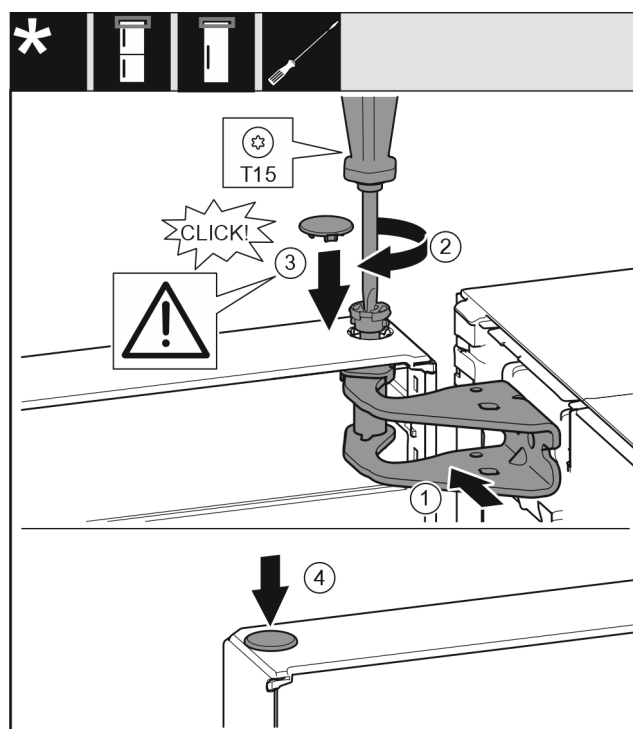

Fig. 19
- ▶ Deur op de onderste lagerbout plaatsen. Fig. 19 (1)
- ▶ Deur boven uitlijnen op de opening in de lagerbus. Fig. 19 (1)
- ▶ Bouten aanbrengen en met schroevendraaier T15 vastschroeven. Fig. 19 (2)
- ▶ Veiligheidsafdekking voor de veiligheid van de deur monteren: Veiligheidsafdekking aanbrengen en controleren of deze op de deur rust. Anders bout volledig aanbrengen. *Fig. 19 (3)*
- ▶ Stop aanbrengen. *Fig. 19 (4)*